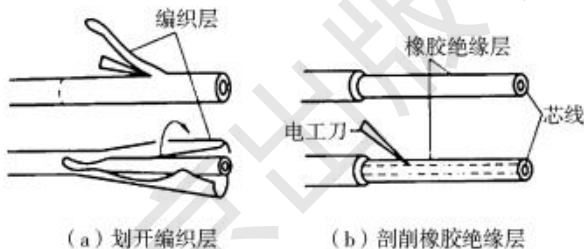

图 1-21 橡皮线绝缘层的剖削
- (1) 先把橡皮线编织保护层用电工刀划开,其方法与剖削护套线的护套层方法类同;
- (2) 然后用剖削塑料线绝缘层相同的方法剖去橡皮层;
- (3) 最后剥离棉纱层至根部,并用电工刀切去。操作过程如图 1-21 所示。